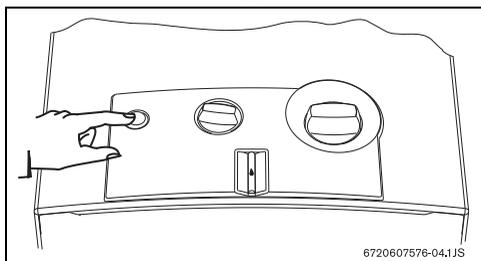

Рис. 5
- ▶ Нужно только нажать главный выключатель (рис. 5).